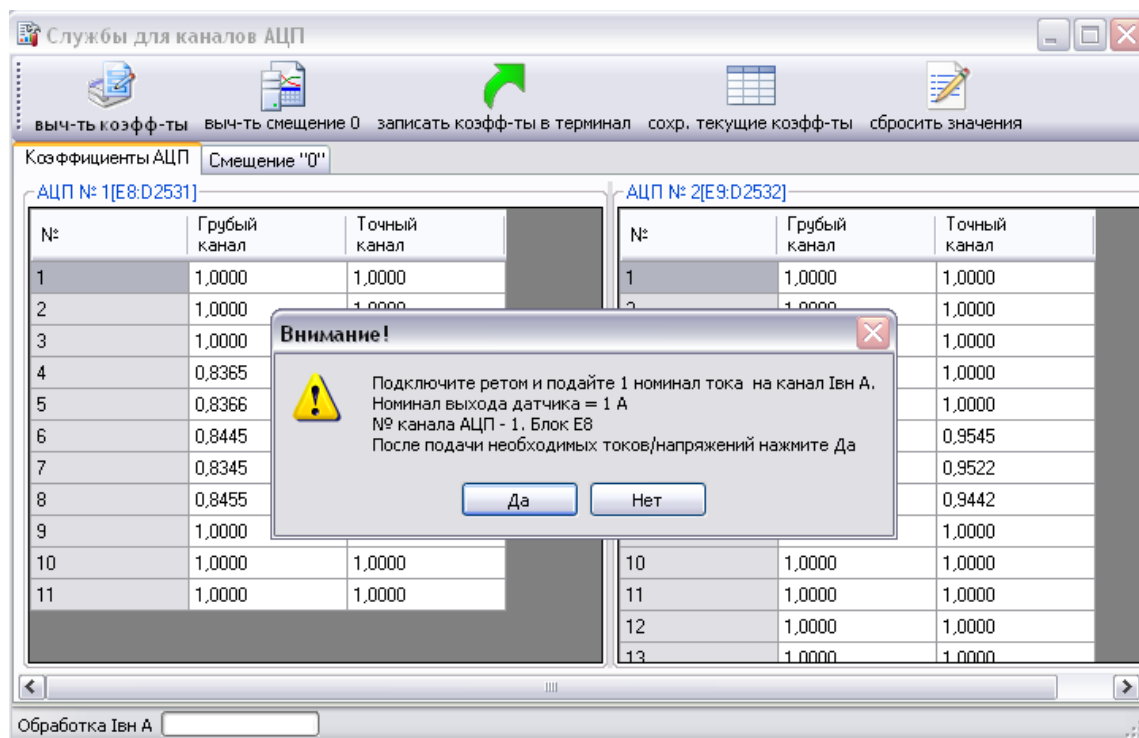

Рисунок 23
- следуя указаниям (см. рисунок 23), вычислить коэффициенты АЦП для грубого и точного каналов выбранной цепи;